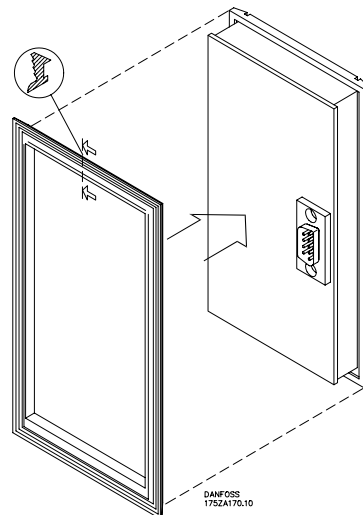

Fig. 4 / Abb. 4
2. Pakningen monteres på betjeningsenheden. Se fig. 4.
2. Mount the gasket on the control unit. See fig. 4.
2. Die Dichtung auf der Fernbedienungseinheit montieren. Siehe Abb. 4.